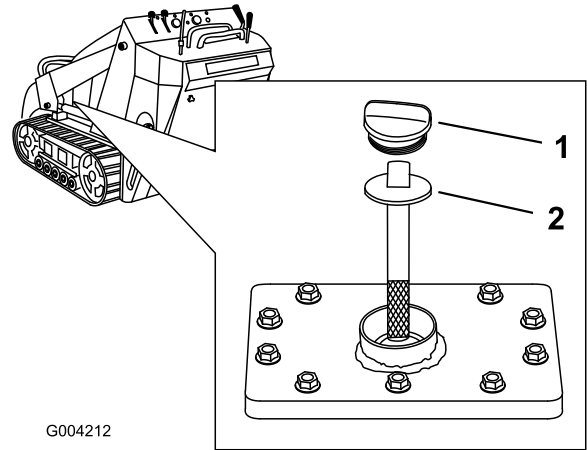

Figura 53
5. Retire el tapón y la varilla del depósito hidráulico (Figura 53).